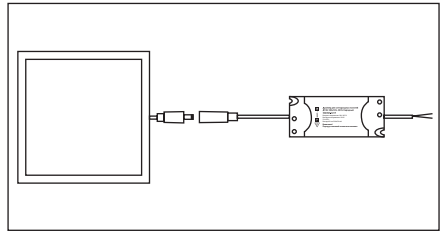

Рисунок 2. Соедините светильник с драйвером (драйверы поставляются под отдельными артикулами: SQ0329-0211, SQ0329-0212, SQ0329-0213, SQ0329-0483, SQ0329-0484)
5.2. Драйвер подключается к светильнику через разъем (см. инструкцию по монтажу рисунок 2).